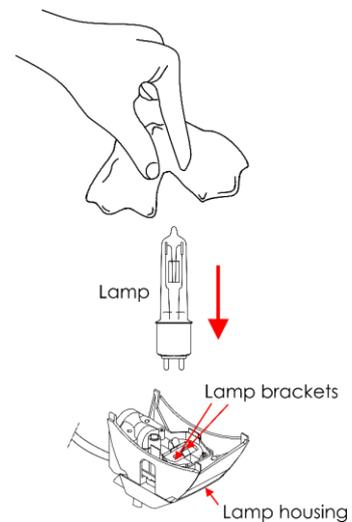

Fig. 05
- 04) Inserire la lampada e fissarla saldamente agli attacchi (Fig. 05).